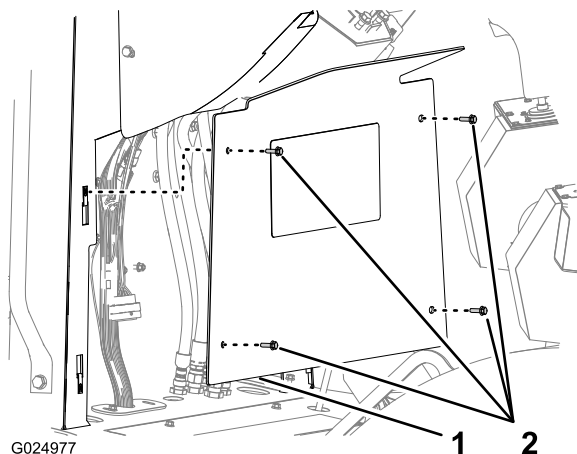

Figura 116
1. Rimuovete i 4 bulloni a testa esagonale flangiata (6 x 20 mm) che fissano il pannello della console inferiore alla console e rimuovete il pannello (Figura 116).
3. Allineare il pannello della console inferiore alla console (Figura 116).